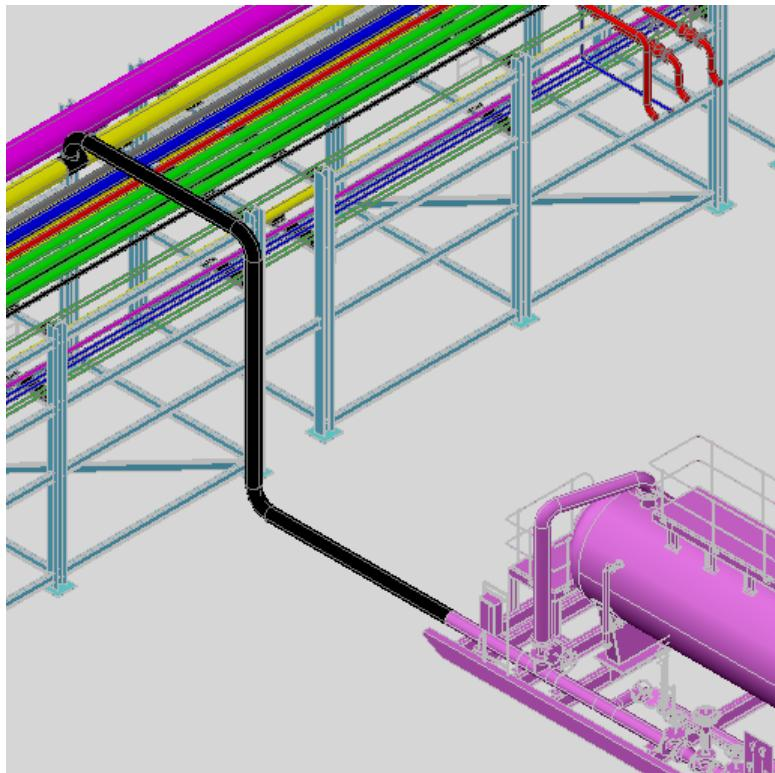

Рис. 110
- Программа предлагает четыре варианта трассировки. Выберите вариант как на Рис. 110 и завершите трассировку, выбрав из контекстного меню команду **Принять**.